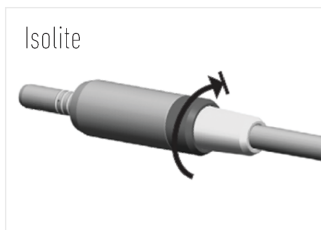

FIG. 4
3. Ținând motorul, înșurubați complet manșonul furtunului pe conexiunea spate a motorului (FIG. 4).